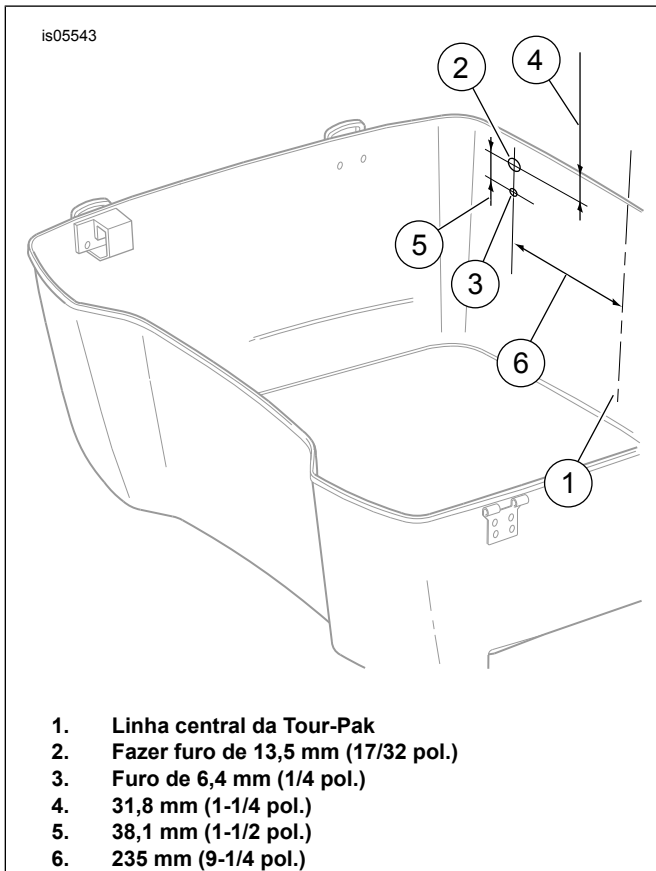

Figura 1. Local de perfuração da antena CB Tour-Pak
5. Veja a Figura 1. Meça e determine o centro (1) da parede externa traseira da Tour-Pak.
10. Meça novamente e marque a fita 235 mm (9 1/4 pol.) (6) da linha central perto do topo da fita adesiva e novamente perto do fundo da fita. Desenhe uma linha da marca superior até a marca inferior.
11. Meça 31,8 mm (1-1/4 pol.) (4) da borda superior da Tour-Pak na linha vertical do lado direito e desenhe uma linha horizontal curta (2) transversal à linha vertical.
12. Meça 38,1 mm (1-1/2 pol.) (5) da **primeira** linha horizontal e desenhe outra linha horizontal curta (3) transversal à linha vertical.
- Faça um furo de 13,5 mm (17/32 pol.) (2) através do furo-guia **superior**.